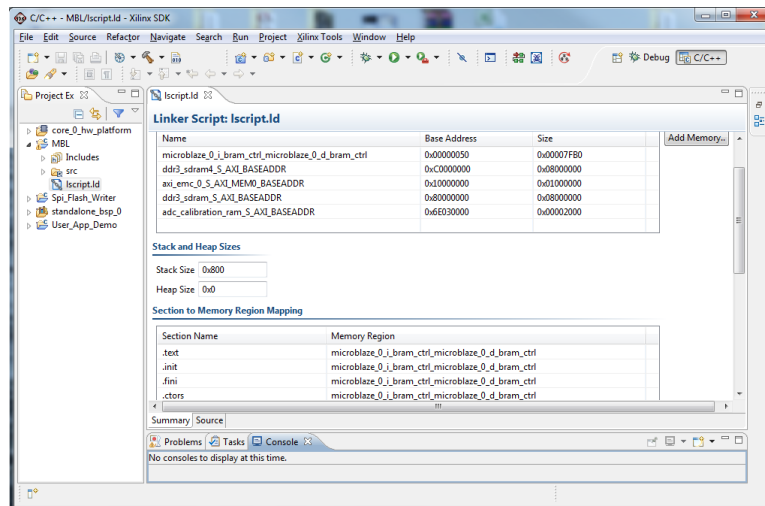

Рисунок 3-14: Содержимое файла «lscript.ld» в Xilinx SDK
2. Проверьте содержимое файла «lscript.ld» на предмет правильного размещения сегментов двоичного образа загрузчика MBL (рисунок 3-14).